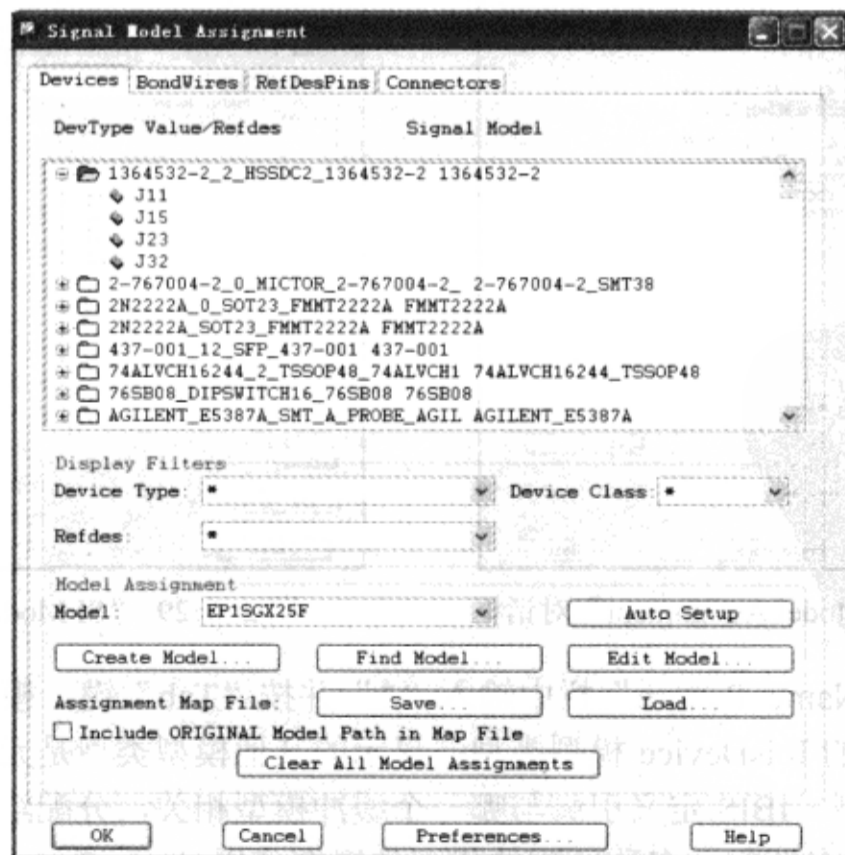

图 2-6-32 “Signal Model Assignment”对话框
(1) 在“Signal Model Assignment”对话框中向下滚动到列表的下半部分，单击元器件类型“1364532-2\_2\_HSSDC2\_1364532-2\_1364532-2”上的“+”号，可以看到元器件 J11、J15、J23 和 J32 没有模型分配，如图 2-6-32 所示。